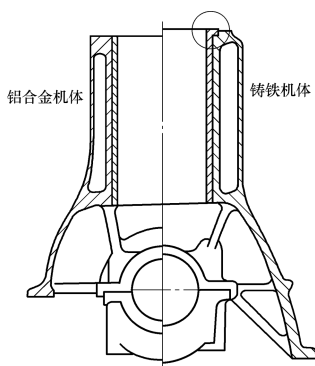

图 1-30 干式气缸套机体
- 2) 干式气缸套指的是在一般灰铸铁的气缸座孔内压入或装入干式气缸套, 如图 1-30 所示, 干式气缸套不与冷却液接触。